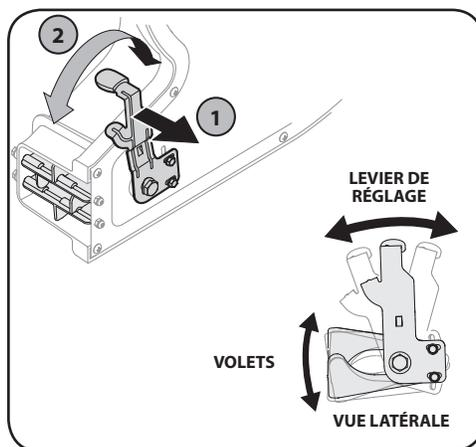

Figure 3-2
1. Tirez le levier de réglage du débit d'air vers l'extérieur en l'éloignant du souffleur. Voir Figure 3-2.